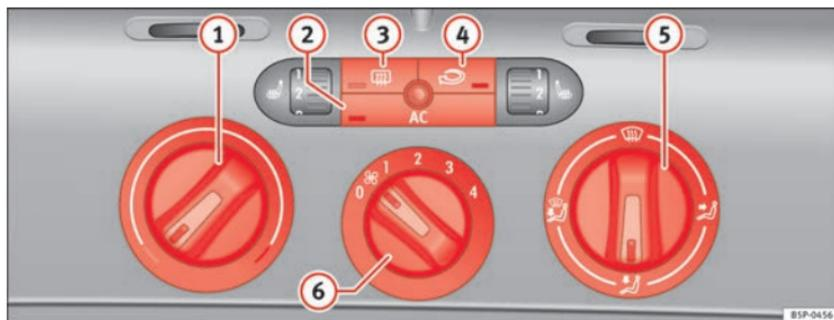

Fig. 129 Mandos del Climatic en el tablero de instrumentos
- Con los reguladores ⇒ fig. 129 ① y ⑤ y con el mando ⑥ se regula la temperatura, la distribución del aire y la velocidad de la turbina.
- Pulse la tecla ②, ③ o ④ para activar o desactivar la función correspondiente. Cuando la función está activa, la ventana situada en la esquina inferior de la tecla se ilumina.
- ① Regulador de temperatura ⇒ página 169
- ② Tecla **AC** – Encender o apagar el grupo refrigerador ⇒ página 169
- ③ Tecla – Luneta térmica. Esta función se apaga automáticamente aproximadamente 20 minutos después de haberla conectado. Se puede desconectar antes pulsando de nuevo la tecla.
- ④ Tecla – Recirculación de aire ⇒ página 170
- ⑤ Regulador de la distribución de aire ⇒ página 169
- ⑥ Mando de la turbina. El caudal de aire tiene 4 niveles de ajuste. La turbina debería funcionar siempre en el nivel más bajo cuando se circule a poca velocidad.
- Encienda el climatizador con la tecla ⇒ **página 168**, **fig. 129** **AC**.